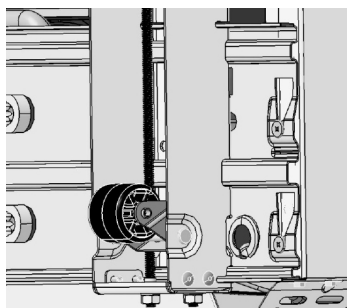

Fig. 3
- a. Installer le premier assemblage de niveleur sur un réfrigérateur/ congélateur (Fig. 3).